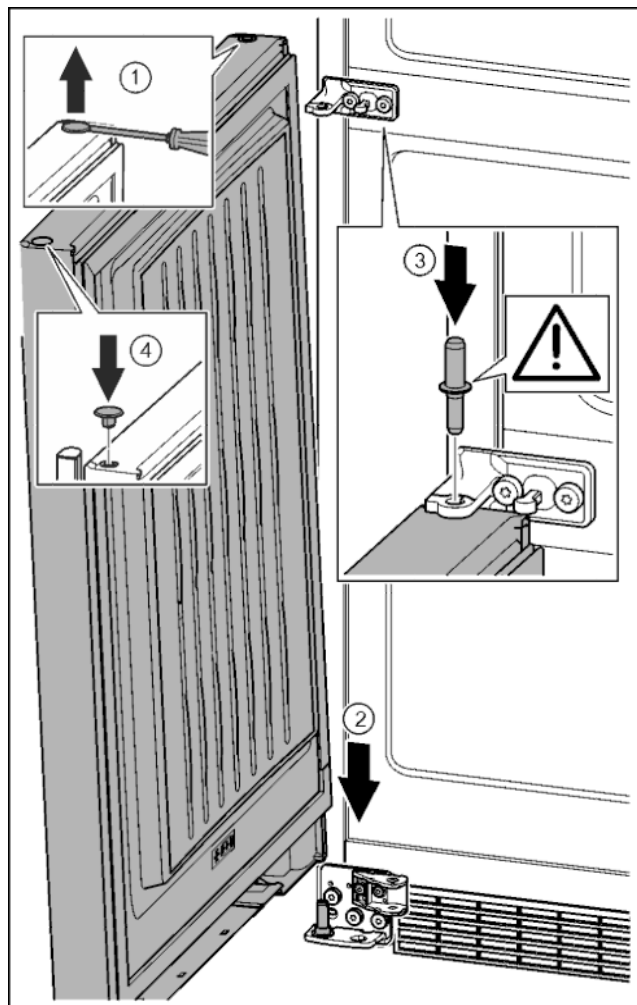

Fig. 37
- ▶ Zátku opatrně nadzvedněte plochým šroubovákem a vytáhněte. *Fig. 37 (1)*
- ▶ Dveře nasadíte shora na dolní ložiskový čep. *Fig. 37 (2)*
- ▶ Prostřední ložiskový čep vložte do dolních dveří přes prostřední stojan ložiska. Přitom dávejte pozor, aby zajišťovací vačka směřovala dozadu. *Fig. 37 (3)*
- ▶ Zátku opět vložte na druhé straně dveří. *Fig. 37 (4)*